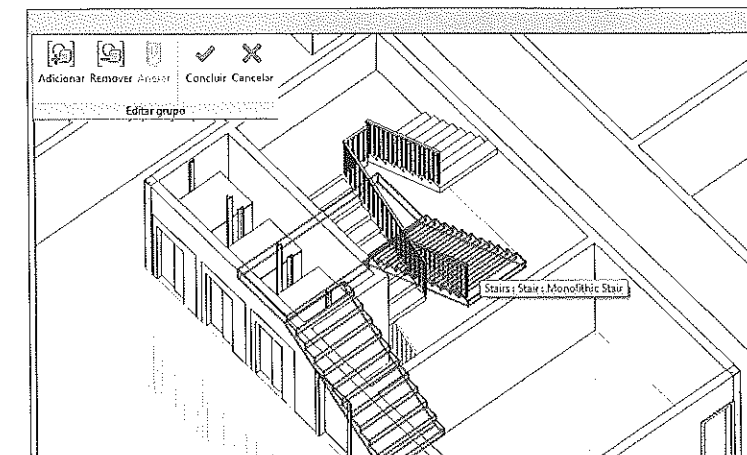

Figura A.85 – Seleção da escada do térreo.
12. Na aba **Modificar | Grupos de modelo**, selecione **Editar grupo**, em seguida escolha **Remover** na aba **Editar grupo**, como mostra a Figura A.85, selecione a escada e o guarda-corpo do térreo para remover do grupo.